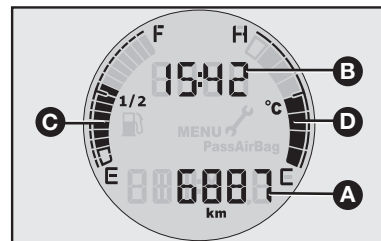

fig. 43
- Reloj (**B-fig. 43**).
- Cuentakilómetros total (**A-fig. 43**).
- Indicación del nivel de combustible (**C-fig. 43**).
- Indicación de la temperatura del líquido refrigerante del motor (**D-fig. 43**) (algunas versiones).